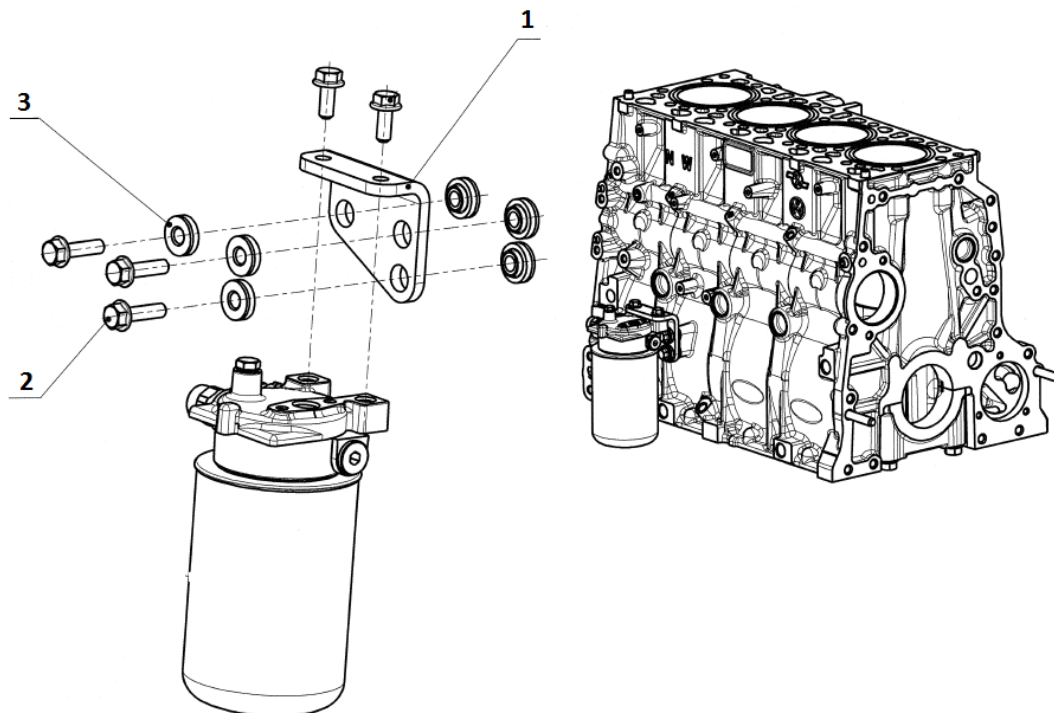

Рис. 7
1. Снять кронштейн топливного фильтра (1) рис.7, отвернув 3 болта (2) М8-6g30-10.9 его крепления к блоку, ключом S13 извлечь 6 демпферов (3) из отверстий кронштейна.